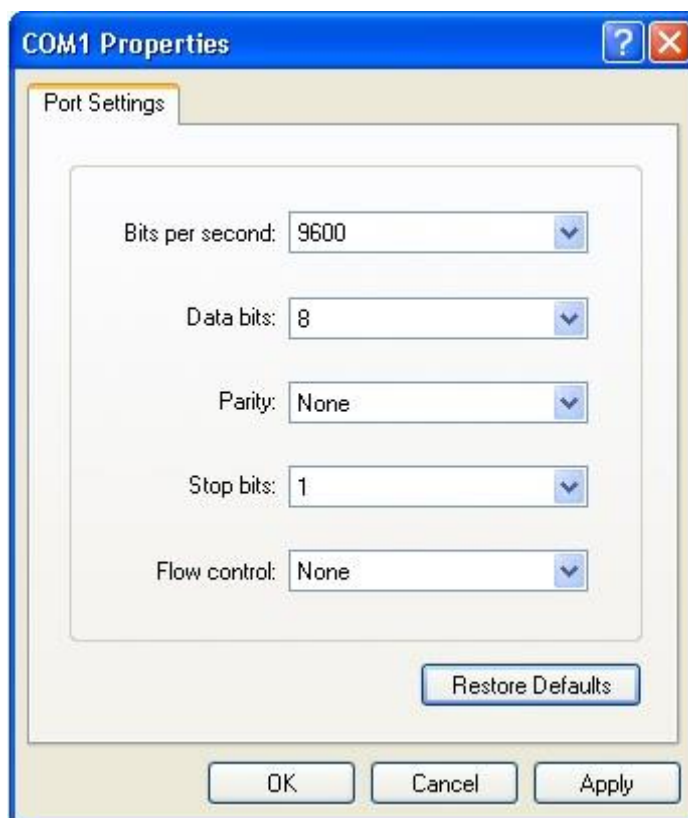

Рисунок 14.
- После того, как выбран последовательный порт, нажмите **ОК**. Отображается окно настроек параметров последовательного порта (Рисунок 14). Установите количество Бод на 9600, бит данных 8, проверка четности как нет, число стоп бит равно 1 и управление потоком установлено как нет.